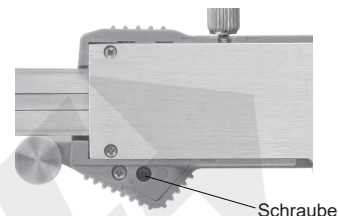

Abb.1
- Lösen Sie die Schraube und entfernen Sie die Batterieabdeckung (Abb. 1).